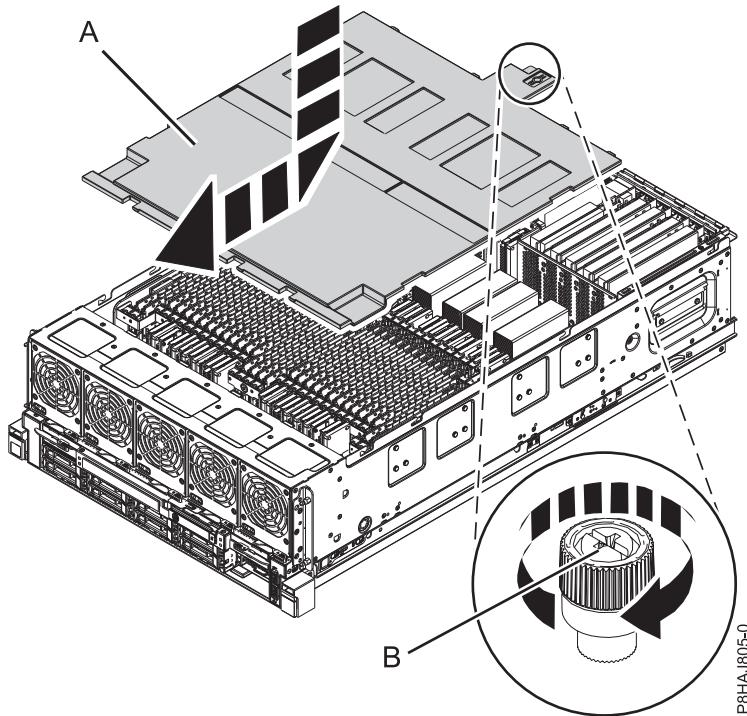

図 29. 安全カバーの再取り付け
2. 安全カバー (A) をシャーシ方向に押します。
3. つまみねじ (B) を、51 ページの図 29 に示されている方向に回転させて締めて、安全カバーをシャーシに固定します。